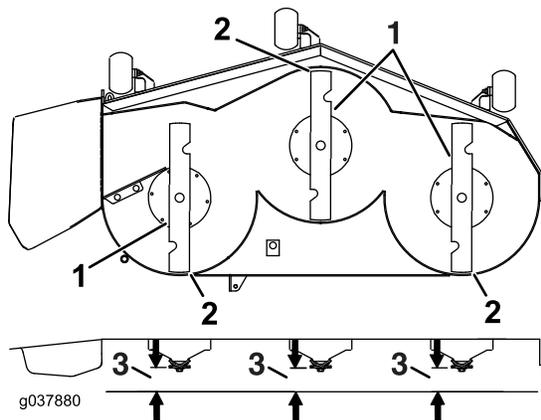

**Figura 96**
6. Mida entre la punta de la cuchilla y la superficie plana (Figura 96). Si ambas mediciones no están dentro de los 5 mm (3/16"), ajuste la nivelación; siga con este procedimiento.
14. Gire cuidadosamente las cuchillas colocándolas perpendicularmente al sentido de avance de la máquina (Figura 96).